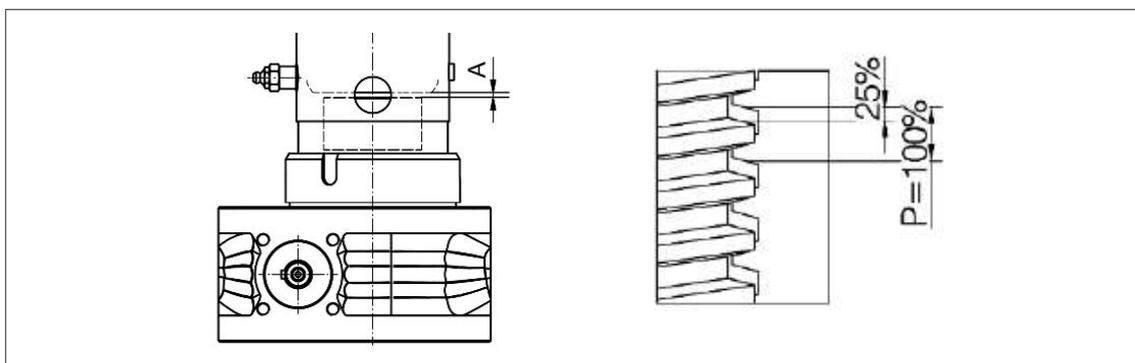

Fig. 16: Chiocciola di sicurezza SIFA: dimensione „A“ per il confronto durante il test di usura
3. Se è compresa una chiocciola di sicurezza SIFA a controllo manuale, misurare la dimensione „A“ e annotarla (vedere Fig. 16). Questa dimensione nella nuova condizione serve come dimensione comparativa nel corso del funzionamento successivo ed è necessaria per poter valutare l'usura in seguito (vedere capitolo 7.1.1., pagina 28).
- 3.** Se installata una chiocciola di sicurezza SIFA: verificare l'usura come indicato nella Fig. 16.